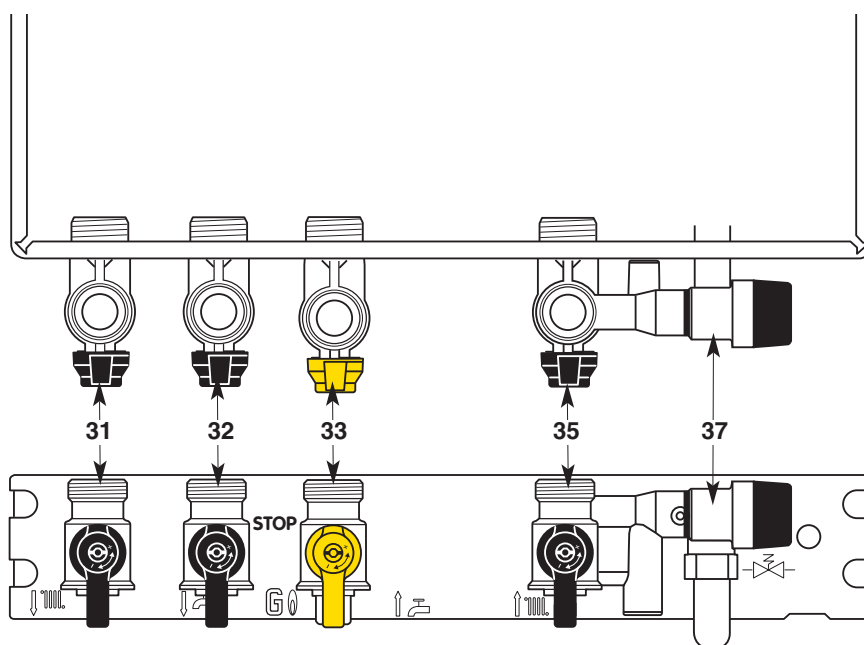

Abb. 22 - Aufsicht und Vorderansicht
Armaturenhalterung (Abb. 22)
3. Öffnen Sie die Gaszuführung am Gashahn **33** (Abb. 22) und stellen Sie ihn auf die Position «».
- Drehen Sie den Gashahn **33** (Abb. 22), auf «STOP» um die Gaszuführung zu unterbrechen.
Sie das Ausgangsventil der Heizung (Abb. 22).